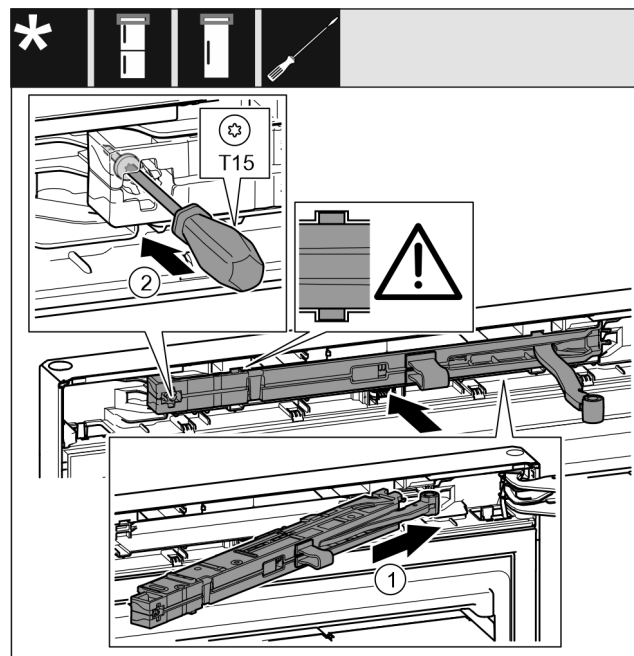

Fig. 55
- Côté support de palier, pousser l'unité d'amortissement de fermeture Fig. 55 (1) jusqu'en butée de biais dans l'évidement.
- Serrer la vis Fig. 55 (2) avec un tournevis.